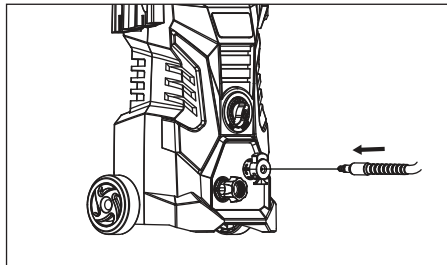

Figure 3 - Fixer le tuyau à haute pression à la sortie de haute pression
1. Fixer le tuyau à haute pression à la sortie de haute pression (voir la figure 3).
5. Appuyer sur le bouton de raccord facile tout en insérant le raccord de branchement rapide (voir les figures 3, 4, 6 et 7).